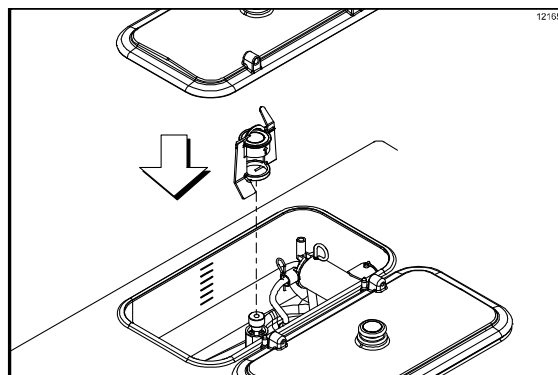

Рисунок 53
8. Установите перемешиватель на свое место, на корпус приводного вала перемешивателя. Поставьте на свое место крышку бачка. (См. рис. 53)